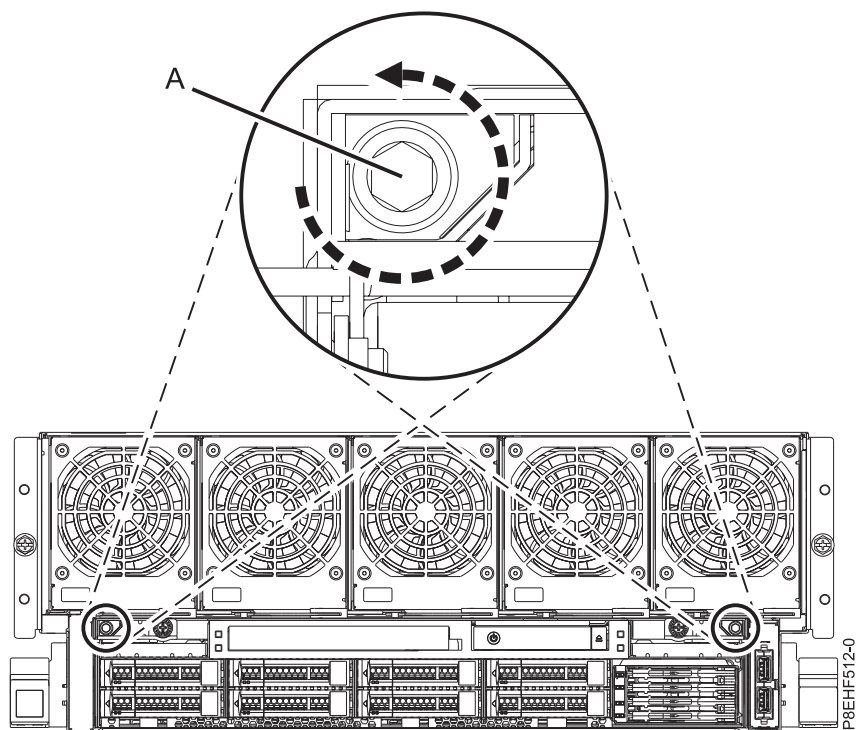

Figura 5. Desaperte os parafusos de transporte
2. Desaperte, mas não remova os parafusos de transporte encaixados (**A**) no conjunto RAID utilizando uma chave sextavada de 4 mm, como apresentado em Figura 5 na página 9.